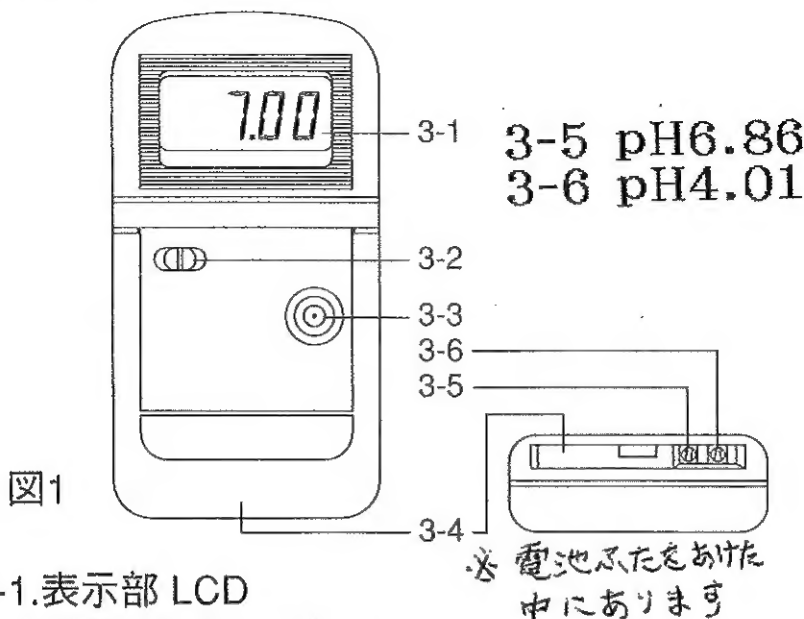

図1
- ①校正するPHセンサーのBNCコネクタを本体のPHセンサープローブBNCコネクタ接続用ソケット(図1、3-3)に接続し、PHセンサーの電極部をpH6.86の標準液に浸して下さい。
- ②電源オンオフスイッチ(図1、3-2)を「ON」にして下さい。
- ③電池カバー(図1、3-4)を開けて下さい。
pH6.86調整用VR 2(図1、3-5)を回して「6.86」を表示するように調整して下さい。
- ④次にPHセンサーの電極部を蒸留水で洗浄してからPH4の標準液に浸して下さい。
- ⑤PH4調整用VR 1(図1、3-6)を回して「4.00」を表示するように調整して下さい。
- ①校正するPHセンサーのBNCコネクタを本体のPHセンサープローブBNCコネクタ接続用ソケット(図1、3-3)に接続し、PHセンサーの電極部をPH7標準液に浸して下さい。
- ①PHセンサーのBNCコネクタを本体のPHセンサープローブBNCコネクタ接続用ソケット(図1、3-3)に接続して下さい。
- ③PHセンサーの電極先端部を被検液に浸して下さい。
- ④表示値が安定したら測定値を読み取って下さい。
- ⑤測定後は電極部を蒸留水で洗浄して下さい。
電池電圧が動作電圧以下になるとLCD(図1、3-1)左上部に「LO BAT」マークが表示されます。(電池電圧が6.5V~7.5Vにて「LO BAT」マークが表示されます)。電池交換をして下さい。
- ①本体背面の電池カバー(図1、3-4)を取り外して下さい。
- ②電池収納部から電池を取り外し、新しい電池(9V電池1個)と交換して下さい。
- ③電池カバーをもとにもどして下さい。